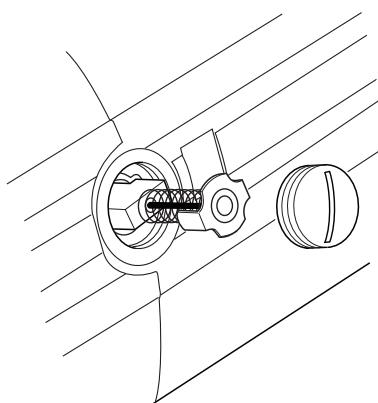

Figura 64. Escobilla del motor
- Tire de la escobilla para sacarla (vea la figura 64). Repita la operación para el lado contrario.